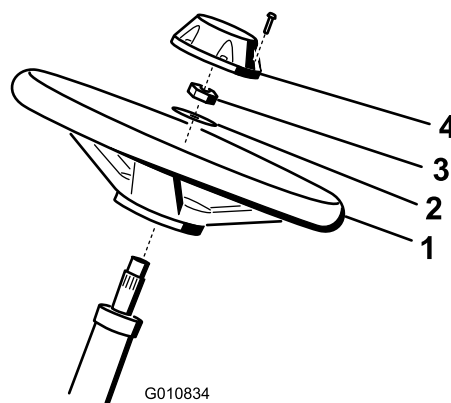

Figura 3
- Faça deslizar o volante para a coluna de direção (Figura 3).
- Faça deslizar a anilha para a coluna de direção (Figura 3).
- Fixe o volante na coluna com uma porca de retenção e aperte-a com 27 a 35 N·m (Figura 3).
4. Instale tampa no volante e fixe-a com um parafuso (Figura 3).